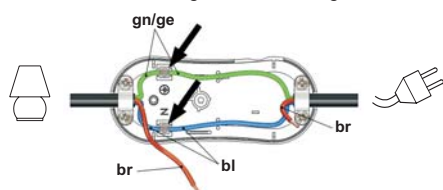
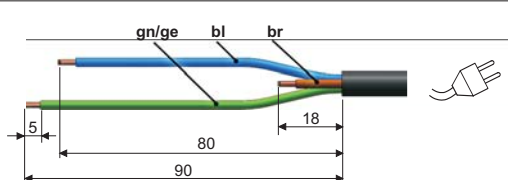
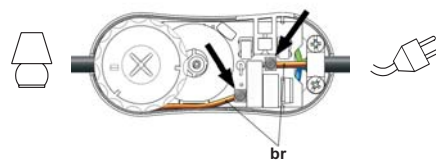

Bild 2 / illustration 2 / figure 2 / foto 2 / figura 2
Bild 3 / illustration 3 / figure 3 / foto 3 / figura 3
Bild 4 / illustration 4 / figure 4 / foto 4 / figura 4
6. Fixez les brins à l'aide des pinces de décharge de traction jointes, connectez le conducteur de terre (gn/ge) et le conducteur neutre (bl) (Fig.2), réinstallez la carte imprimée (Fig.3), connectez le conducteur de phase (br) (Fig.4).
6. Fissare i conduttori con gli elementi di scarico della trazione in dotazione, collegare terra (gn/ge) e conduttore neutro (bl) (Fig. 2), inserire la scheda (Fig. 3), collegare la fase (br) (Fig. 4)